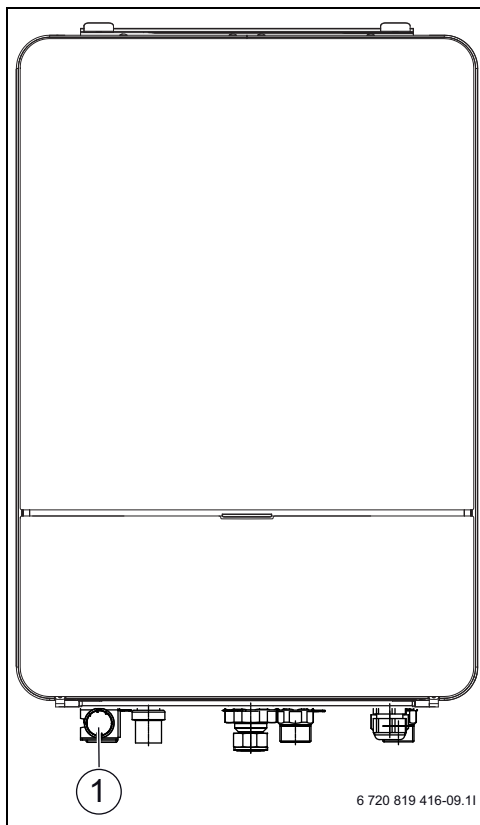

Рис. 4 AWB/AWE
- ▶ Проверьте давление на манометре (→ рис. 4 или рис. 7).